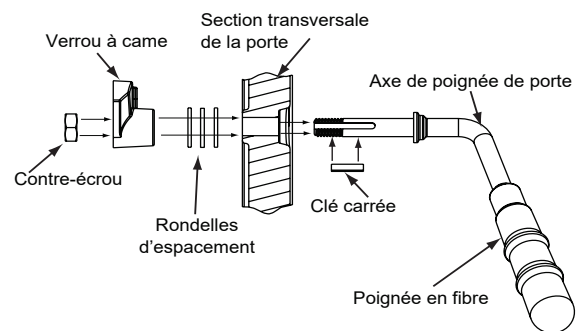

Figure 26.4 - Poignée de porte pour porte voûtée
3. Placez des rondelles supplémentaires comme illustré à la **Figure 26.4**.
7. Installez la poignée en la tournant dans le sens contraire des aiguilles d'une montre jusqu'à la position souhaitée sur la tige de la poignée de porte (**Figure 26.4**).